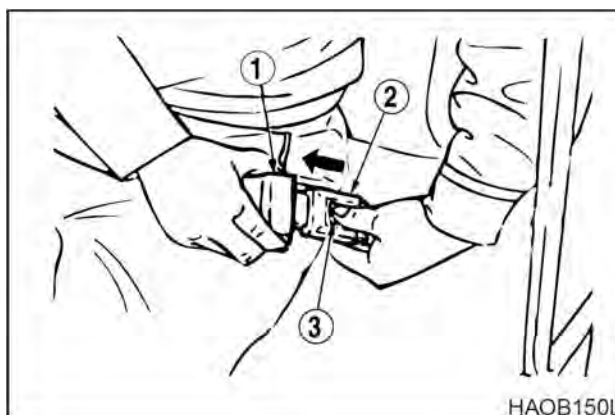

Рис. 100
Чтобы отстегнуть ремень, нажать кнопку (3, рис. 100), расположенную в центре пряжки (2) и извлечь ремень (1).